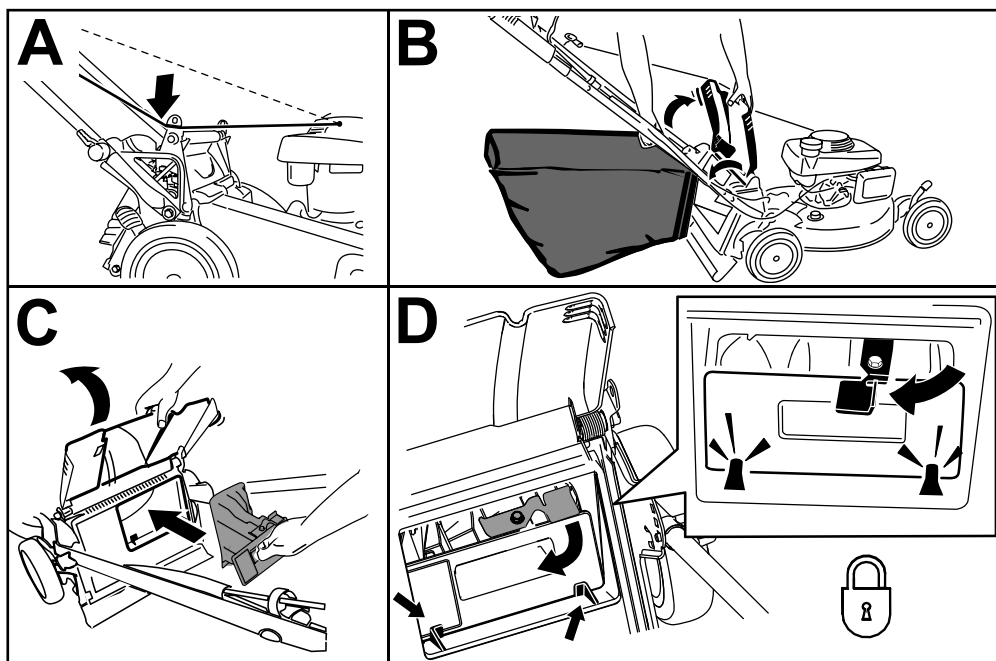

Figura 23
1. Pase la cuerda del arrancador alrededor de la guía de cuerda inferior (Figura 23, A).
2. Levante y sujete el deflector trasero y levante la bolsa por el asa para separarla de las muescas de los soportes del manillar (Figura 23, B).
3. Instale el tapón trasero (Figura 23, C).
**Importante:** Asegúrese de que el tapón trasero está bloqueado en su sitio. Para bloquear el tapón, presione firmemente hasta que encaje en su lugar detrás de las pestañas, y gire la palanca del tapón a la izquierda (Figura 23, D).